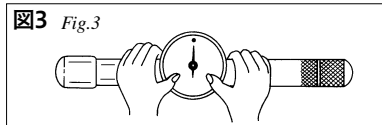

図3 Fig.3
(図3) (カガミタを軽く押さえ付けながら左右に回します。)
- ① Set the main pointer to the '0' position on the scale plate. (Fig.3) (Rotate the scale plate until the '0' position is aligned with the main pointer.)
- ① 本体にエクステンションハンドルを取り付けます。ピンが本体に確実にロックされたことを確認します。
- ② ニードルが0を指すように目盛を合わせます。(図3) (カガミタを軽く押さえ付けながら左右に回します。)
- ① Attach the extension handle to main wrench. Confirm that the pin has locked the extension handle in place.
- ② Set the main pointer to the '0' position on the scale plate. (Fig.3) (Rotate the scale plate until the '0' position is aligned with the main pointer.)